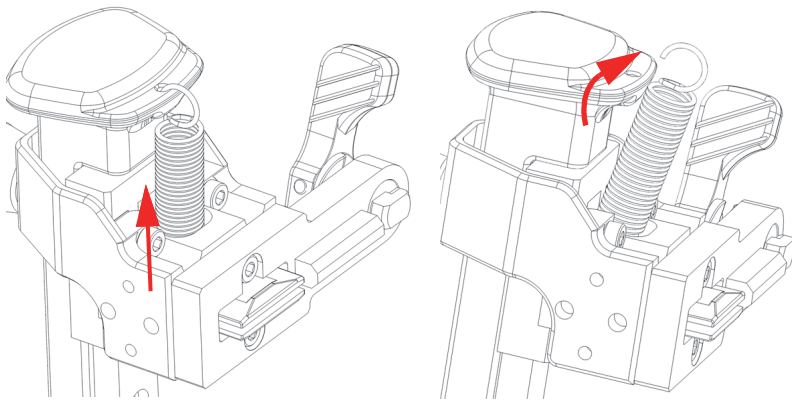

图 2-27 取下弹簧
2. 从弹簧加载臂（SLA）提升手柄的孔中取出弹簧的顶部（参见第55页的图 2-27）。